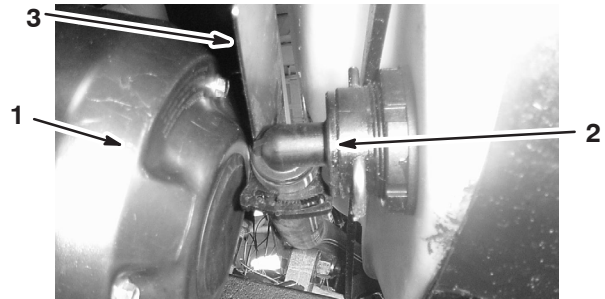

Figure 51
3. Débranchez le flexible situé sur la face avant inférieure de la cuve (Fig. 51).
Remarque : Il faudra éventuellement pousser le déflecteur de chaleur (Fig. 51) en arrière pour déposer le couvercle.
- Branchez le flexible à l'avant de la cuve (Fig. 51).